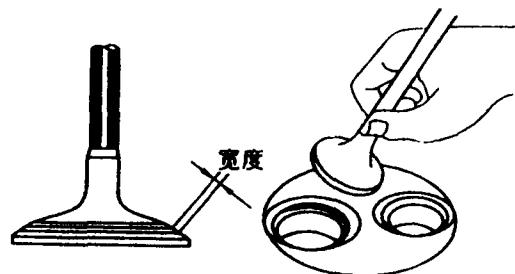

图 2—1—9 接触环带宽度
- ① 若接触环带位于气门锥面上部，则用 30° 和 45° 铣刀修整气门座，见图 2—1—10。